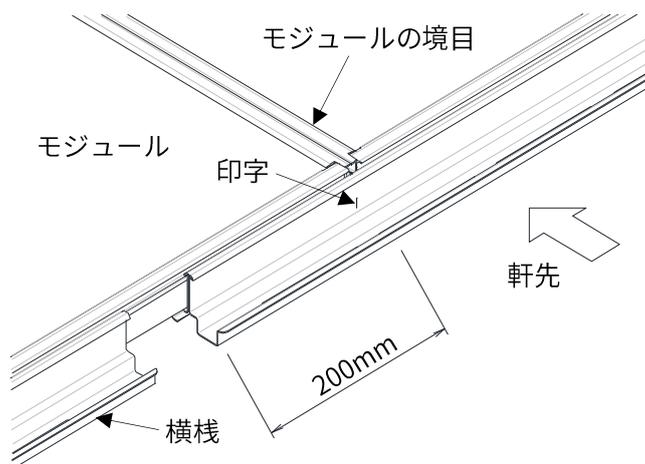

図 3-9. YSIII工法 横棧との位置
③図 3-9 の通り、横棧の目印線（印字）とモジュールの境目が同じ位置となっていることを確認してください。